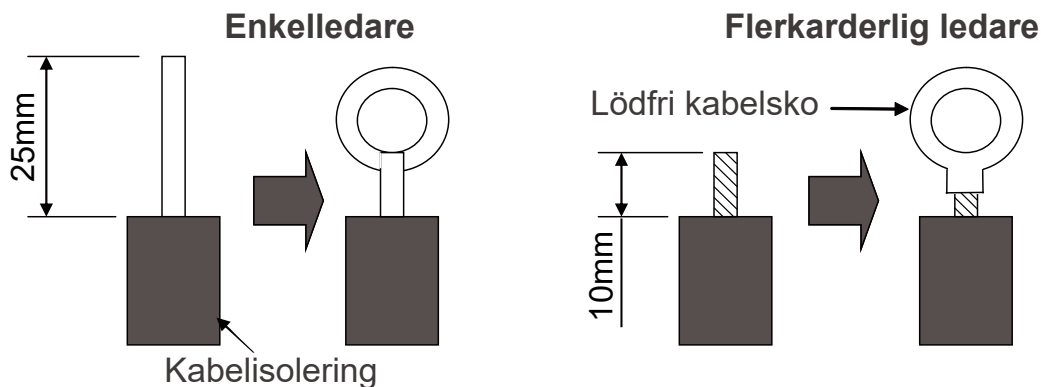

Fig. 27
(1). Vid installation med enledare (Fig. 27 nästa sida).
(2). Vid installation med flerkarderlig ledare (Fig. 27 nästa sida).
- 4). Placera öglan på elplinten och drag åt skruven (Fig. 27 nästa sida).